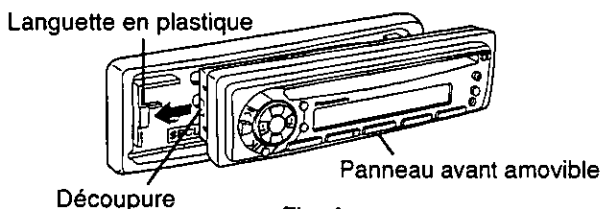

Fig. 4
- ① Faire glisser le côté gauche du panneau en place. (⇒ Fig. 4)